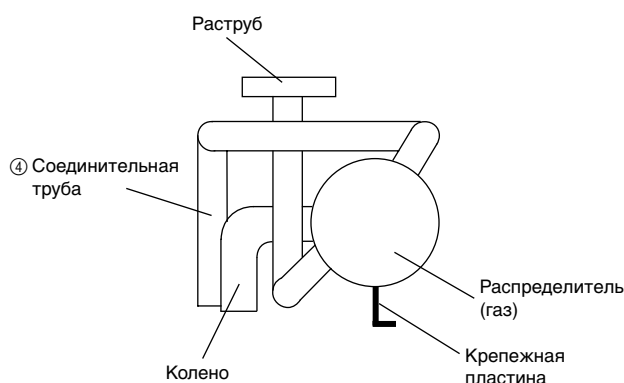
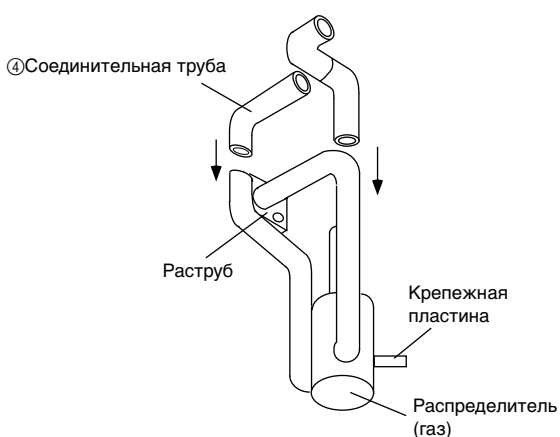

Рис. 2
Рис. 3
- (3) Припаяйте соединительную трубу (4) и трубопровод, собранный на этапе (2), к распределителю (газ), так чтобы соединительная труба оказалась подсоединенной как показано на Рис. 2. Порядок сборки изображен на Рис. 3. При пайке трубопровода охлаждайте припаиваемый участок трубопровода на стороне распределителя при помощи увлажненной тряпки для предотвращения перегрева.